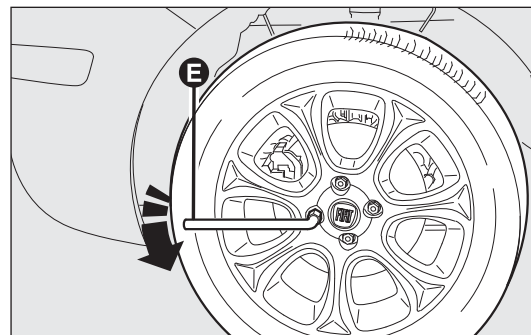

fig. 146
- ☐ afloje una vuelta las tuercas de fijación, utilizando la llave suministrada E- fig. 146; para vehículos con llantas en aleación, mueva el vehículo para facilitar la separación